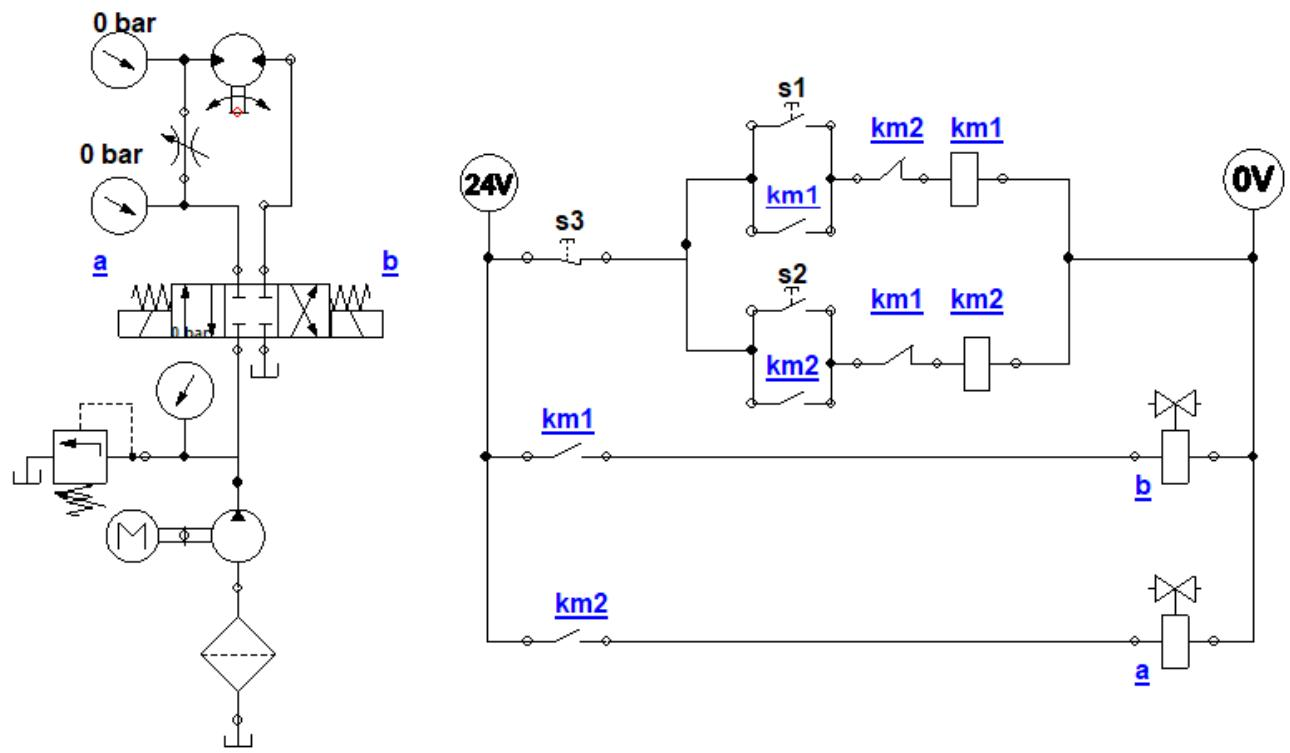

Figure 2
2) Le schéma ci-dessous (**Figure 2**) représente le circuit d'une installation électrohydraulique utilisée pour commander un moteur.
- b) Dessiner, avec le logiciel (automation studio), le montage correspondant au schéma ci-dessous (**Figure 2**), puis réaliser sa simulation.